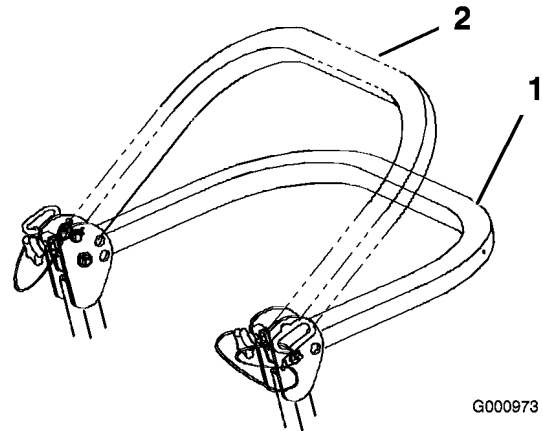

Figura 6
3. Ponga la barra anti-vuelco en la posición de bajada. Hay dos posiciones de bajada. Vea las posiciones en Figura 6.